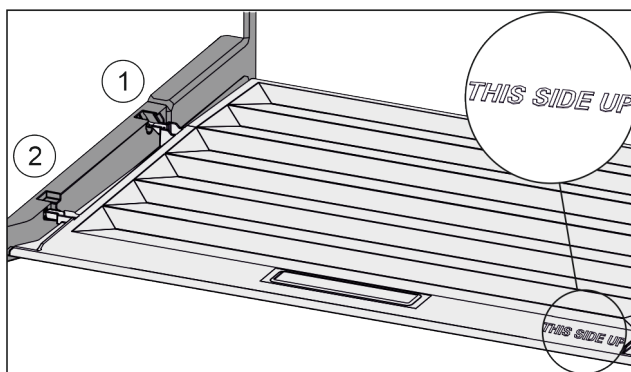

Fig. 151
- ▶ Introduceți nervura capacului prin orificiul suportului posterior Fig. 151 (1) și înclinați-l în față în suport Fig. 151 (2).